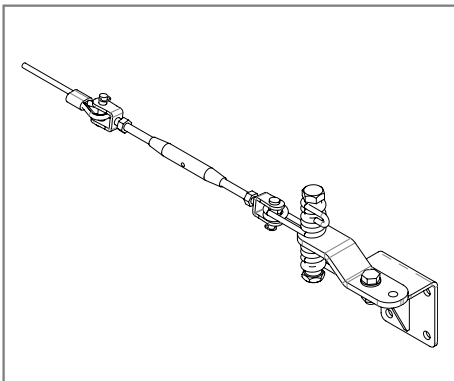

Figura 5
- Collegare l'estremità libera del tenditore con il 2° punto di estremità appena installato [Figura 5].